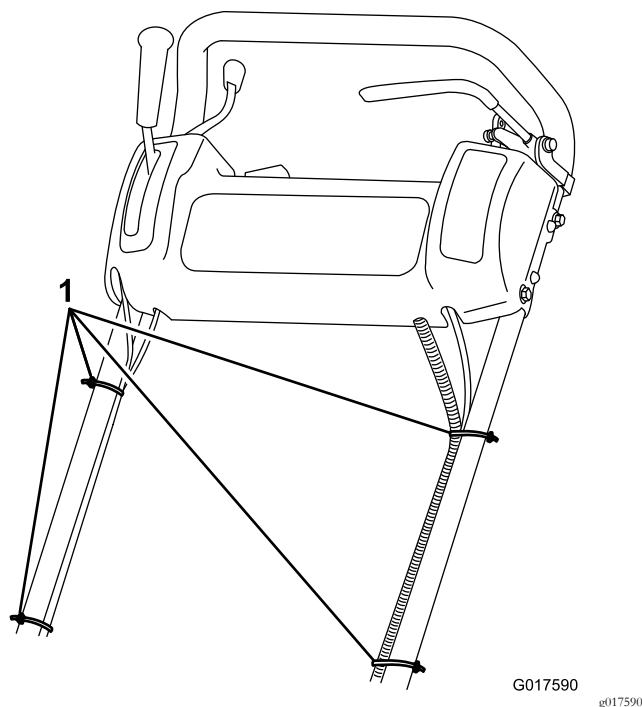

Figure 4
7. Fixez les câbles et le faisceau de câblage au guidon à l'aide des serre-câbles (Figure 4).